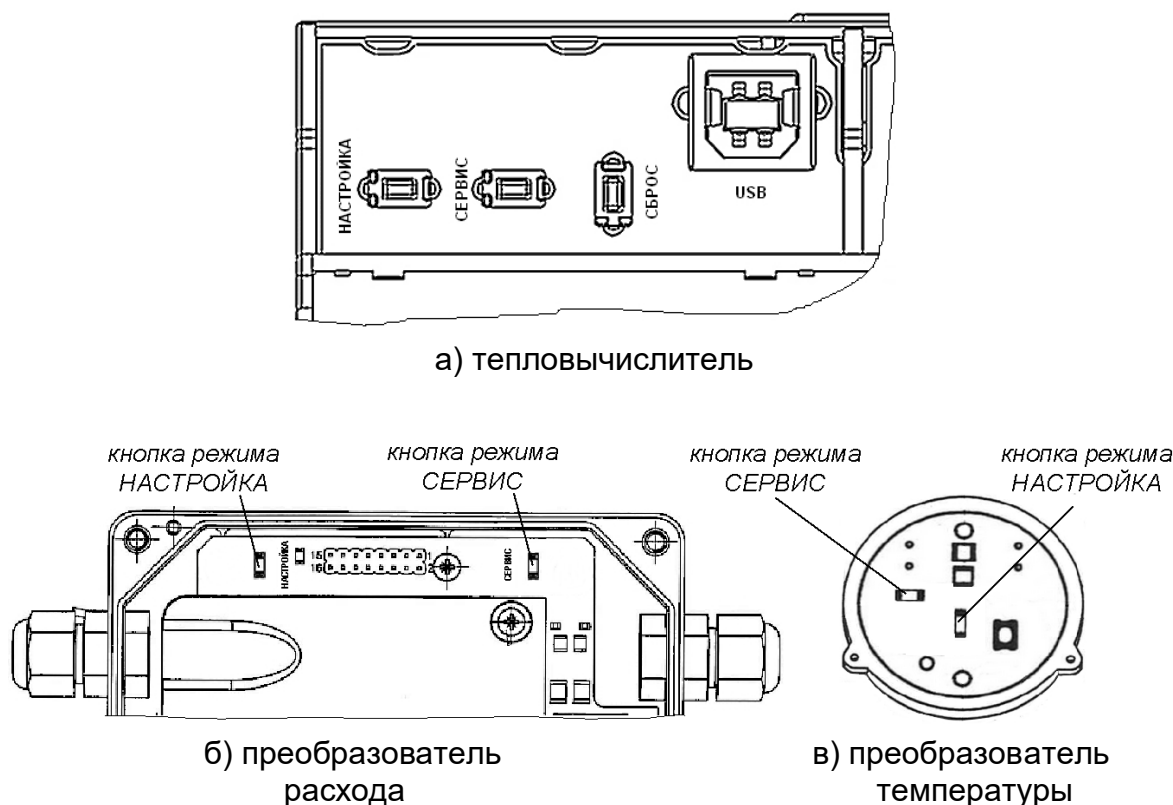

Рис.3. Расположение кнопок включения режимов ТВ, ПР и ПТ.
1.6.2. Режимы НАСТРОЙКА и СЕРВИС задаются по нажатию соответствующих кнопок, расположенных на платах ТВ, ПР и ПТ (рис.3).
В режим РАБОТА переход ТВ, ПР, ПТ происходит после отключения и последующего включения электропитания либо по истечении определенного промежутка времени, длительность которого определяется исходным установленным режимом. Также возможен перевод ТВ в режим РАБОТА после нажатия на его плате кнопки < СБРОС > (рис.3а).